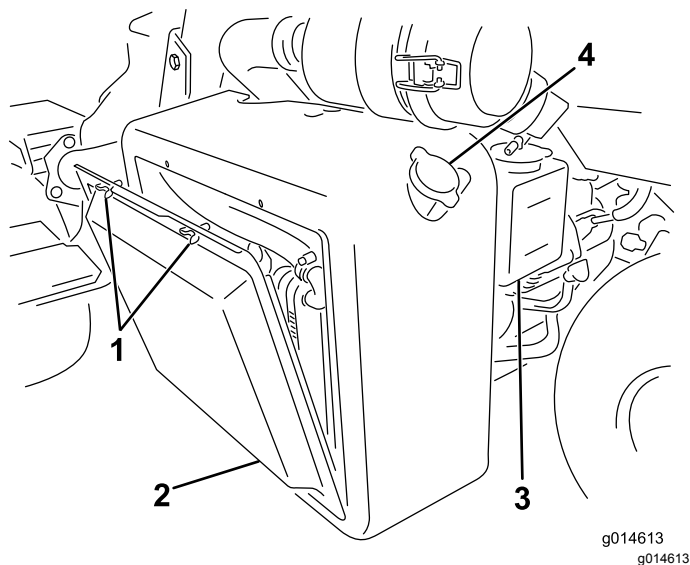
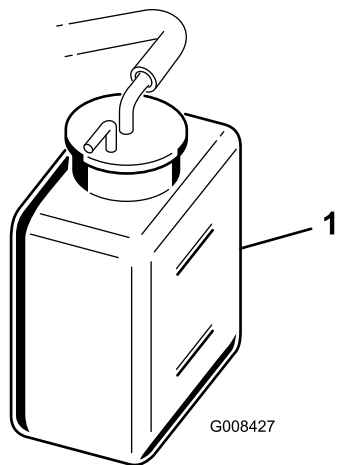

図 35
図 36
1. ラジエーターのスクリーンを外す 図 35。
2. 冷却液の量を点検する 図 35と図 36。